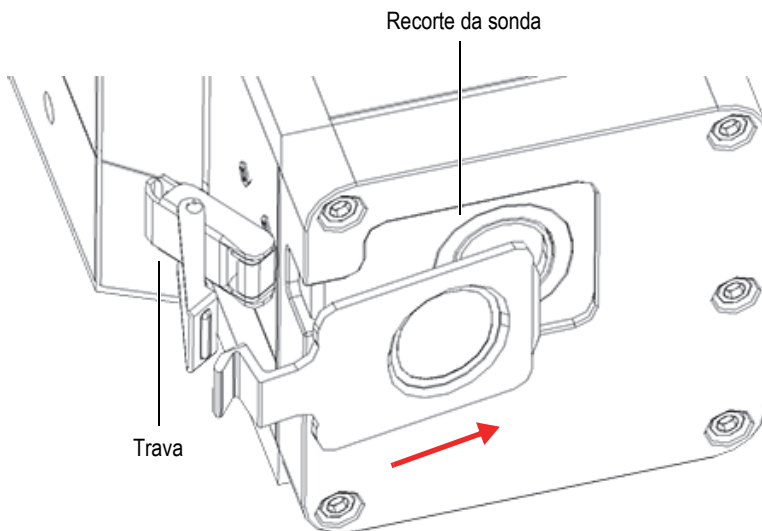

Figura 4-9 Placa frontal de orientação com trava e recorte da sonda
3. Posicione o painel frontal com a trava e o recorte na sonda (Figura 4-9 na página 66).